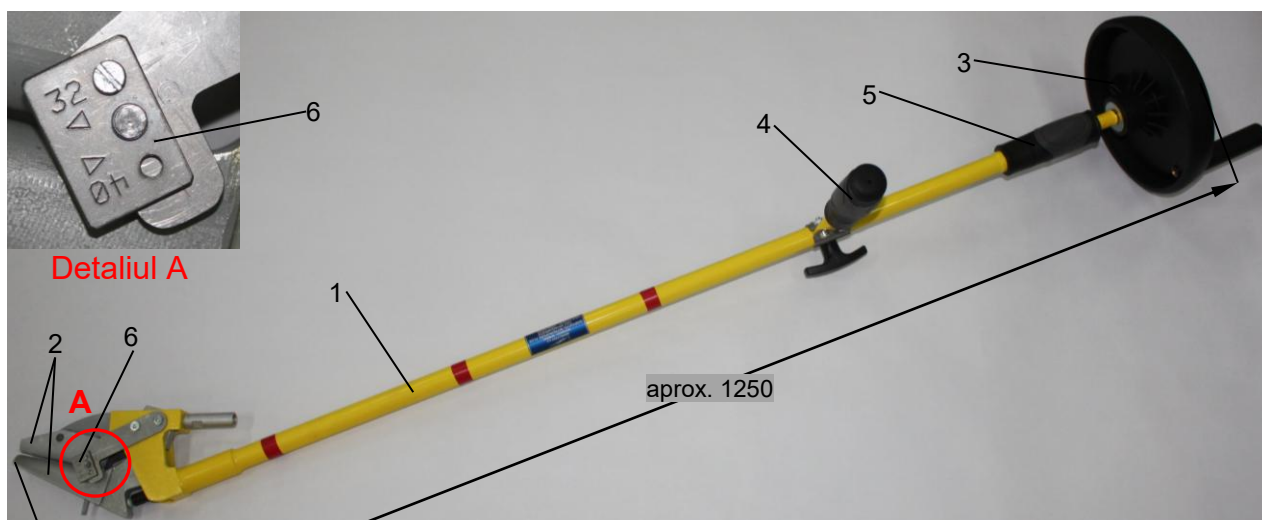

Fig.1
Descriere: Dispozitivul de intrerupere flux gaz bransamente, prezentat in Fig. 1, este compus din:
1. Cu limitatorii reglabili 32/40 stanga-dreapta (poz. 6), reglati pe pozitia 32 (reglajul initial la livrarea dispozitivului), conform detaliu A – Fig. 1, dispozitivul asigura intreruperea fluxului de gaz in conductele DN32, DN25, DN20 mm.